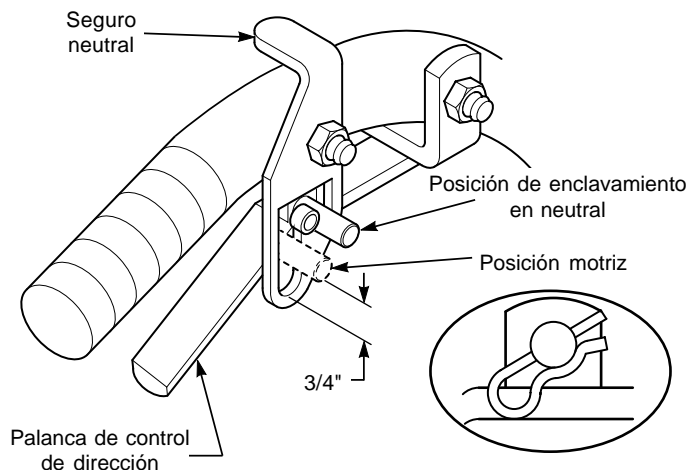

Figura 4. Ajuste de la varilla de control de dirección
1. Ajuste las varillas de control de dirección para que haya un espacio de aproximadamente 3/4 de pulgada desde la parte inferior de la varilla hasta la ranura del seguro neutral cuando esté en la posición motriz (consulte la Figura 4).